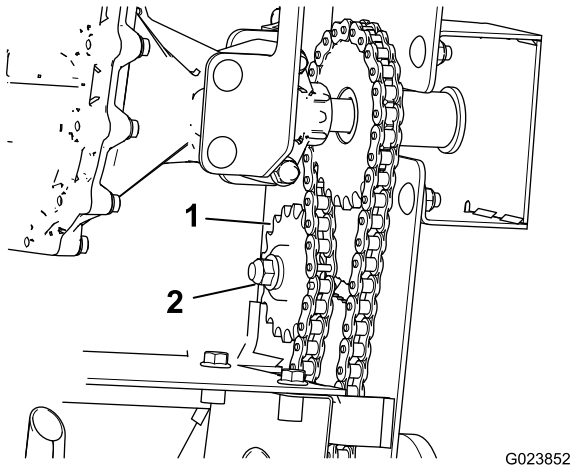

Figure 28
- Desserrez l'écrou qui fixe le pignon de tension de la chaîne que vous tendez (Figure 28).